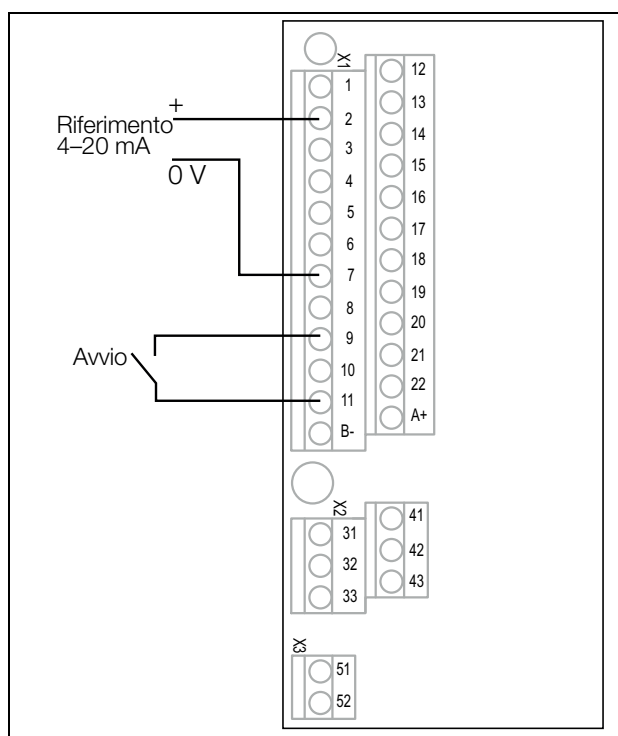

Fig. 74 Cablaggio.
2. Collegare un valore di riferimento tra i morsetti 7 (Comune) e 2 (AnIn 1) come nella Fig. 74.
3. Collegare un selettore NA esterno tra il morsetto 11 (+24 VDC) e 9 (DigIn 2, Funzionam dx) come nella Fig. 74.
15. Collegare gli ingressi/le uscite digitali e analogiche come illustrato nella Fig. 74.